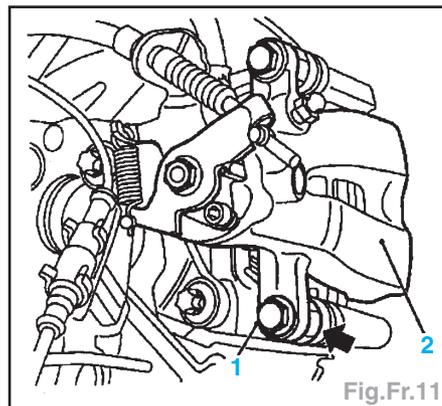

Fig.Fr.11
- Déposer la vis (1) en la tenant avec une clé plate (flèche), rabattre l'étrier (2) vers le haut, déposer les plaquettes et les tôles de coulissement du cadre-support (Fig.Fr.11).